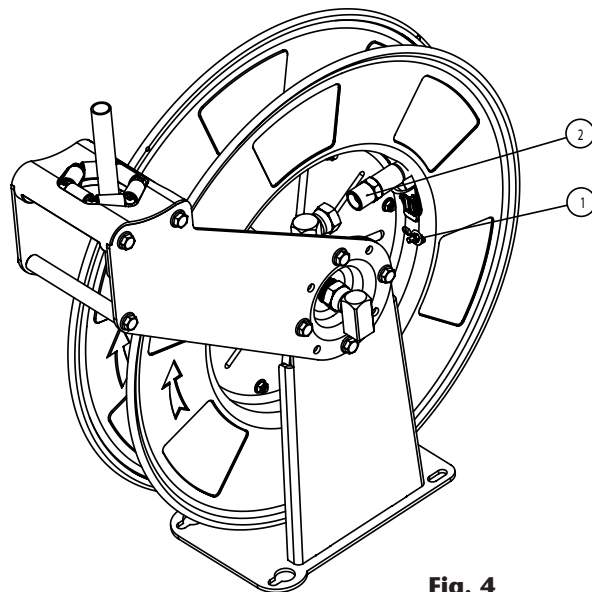

Fig. 4
2. Connect the new hose to the swivel (2) (fig.4) making sure the hose is placed on the plastic piece, and then hold the hose firmly to the spool using the P-Clip (1). It is not recommended to exert high force on the swivel, for this reason the hose must remain relaxed between the P-clip and the swivel, showing a gradual curve.
2. Conecte la nueva manguera a la rótula (2) (fig.4) asegurándose de que se apoya sobre la pieza plástica, y coloque la brida isofónica (1) de tal modo que sujete la manguera contra el tambor firmemente. No es recomendable ejercer un elevado esfuerzo sobre la rótula, por lo que se recomienda que la manguera, en su zona entre la brida y la rótula, no esté tensionada, presentando una suave curvatura hasta conectar con la rótula.
2. Remove the P-clip (1) (fig. 4), and disconnect the hose from the swivel (2) (fig. 4).
4. Connect the new hose to the swivel (2) (fig.4) making sure the hose is placed on the plastic piece, and then hold the hose firmly to the spool using the P-Clip (1). It is not recommended to exert high force on the swivel, for this reason the hose must remain relaxed between the P-clip and the swivel, showing a gradual curve.
2. Retire la brida isofónica (1) (fig. 4), y desconecte la manguera de la rótula (2) (fig. 4).
4. Conecte la nueva manguera a la rótula (2) (fig. 4) asegurándose de que se apoya sobre la pieza plástica, y coloque la brida isofónica (1) de tal modo que sujete la manguera contra el tambor firmemente. No es recomendable ejercer un elevado esfuerzo sobre la rótula, por lo que se recomienda que la manguera, en su zona entre la brida y la rótula, no esté tensionada, presentando una suave curvatura hasta conectar con la rótula.